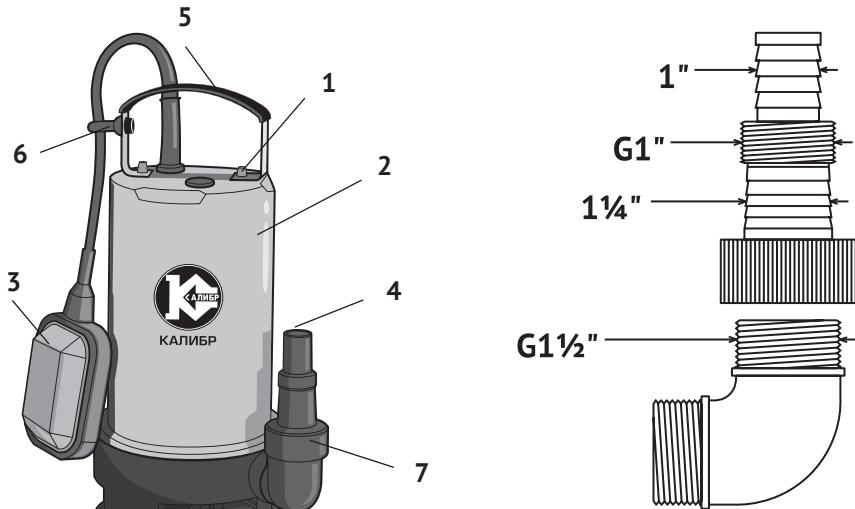

рис. 1
2.4 Общий вид насоса представлен на рис.1
2.5 Двигатель и насос расположены в нержавеющем корпусе (рис.1 поз.2). Насос приводится в действие асинхронным двигателем переменного тока. Подключение насоса к сети осуществляется кабелем питания (рис.1 поз.1) со штепсельной вилкой с заземляющим контактом. Насос начинает работу при подключении к сети питания.
4.5 Привяжите верёвку (трос) к ручке (рис.1 поз.5) насоса. Кабель питания (рис.1 поз.1) можно закрепить на этой верёвке.